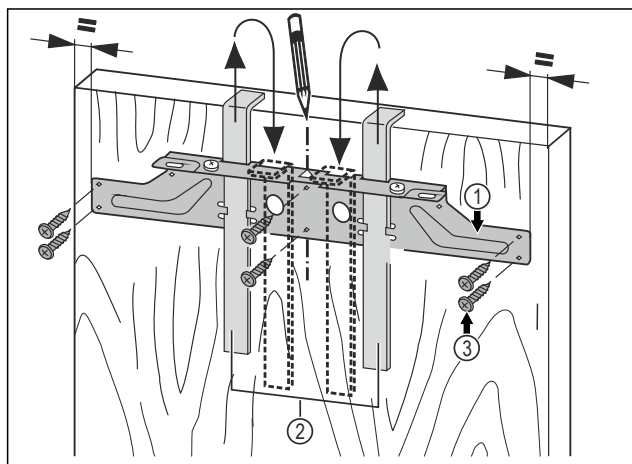

Fig. 38
- ▶ Agățați traversa de fixare Fig. 38 (1) cu ajutoarele de montaj Fig. 38 (2) pe partea interioară a ușii mobilierului.
- ▶ Aliniați traversa de fixare Fig. 38 (1) central pe ușă.
- ▶ Înșurubați traversa de fixare Fig. 38 (1) cu cel puțin 6 șuruburi Fig. 38 (3).
- ▶ Înșurubați traversa de fixare Fig. 38 (1) pe margine cu 4 șuruburi Fig. 38 (3).
- ▶ Scoateți ajutoarele de montaj Fig. 38 (2) în sus și introduceți-le rotite în deschiderile de montare adiacente.